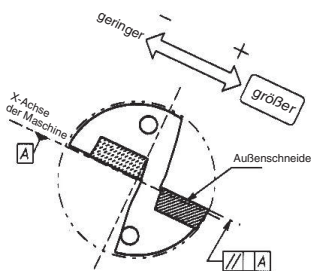

Abb. 2 Äußere Wendeschneidplatte zeigt nach oben
- (1) Bohrerdurchmesser wird durch Verschieben der x-Achse angepasst. Die Bewegungsrichtung entlang der x-Achse hängt von der Position des Werkzeughalters ab.
- (2) Wenn Sie den Bohrungsdurchmesser vergrößern möchten, müssen Sie das Werkzeug entlang der x-Achse zur äußeren Wendeschneidplatte verschieben. (Abb. 2 und 3)